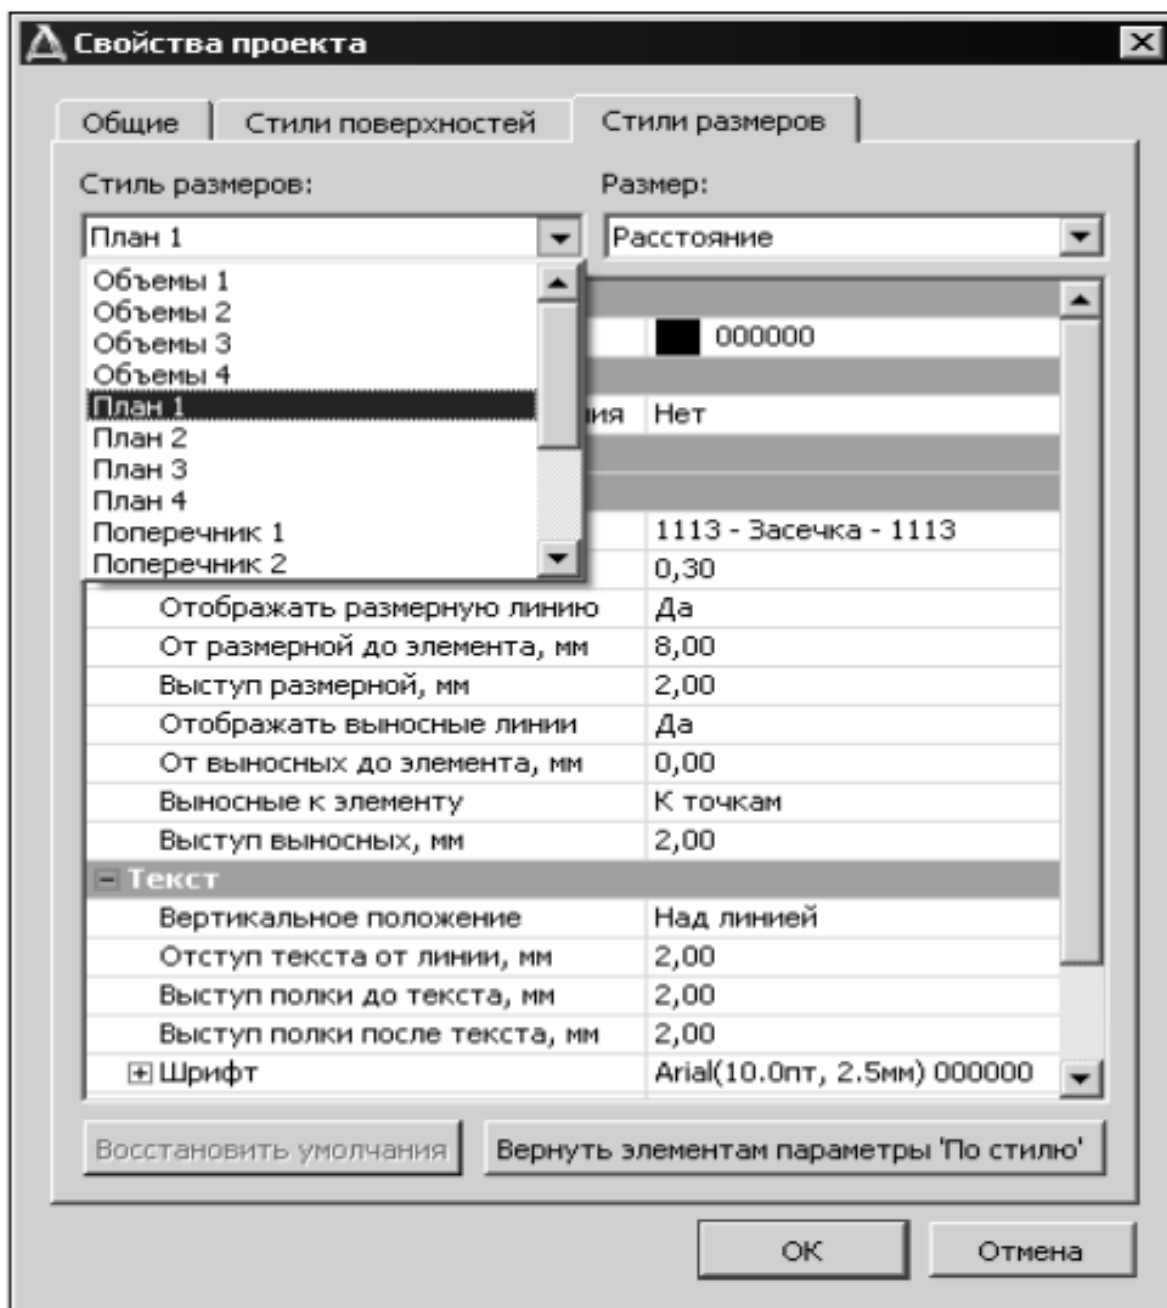

Рисунок 5 – Властивості вікна проекту
- група налаштувань, однакових для однотипних елементів: стилі розмірів, стилі поверхонь, властивості підписів точок. Налаштування стилів розмірів і поверхонь задаються в діалоговому вікні «Властивості проєкту» (рисунок 5).